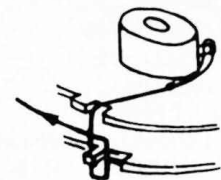
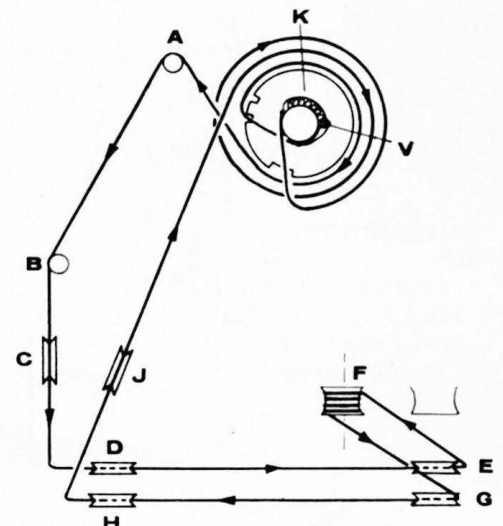

Fig. 4
Fig. 5
- Passer cette boucle dans la vis d'immobilisation de la poulie dans le sens indiqué par la figure 4.
- Faire un tour autour de la poulie (K).
- Contourner la poulie (A) comme indiqué par la figure (5) ainsi que la (B).
- Positionner le cordonnet sur la poulie (C) puis sous les poulies (D) et (E) (fig. 5.)